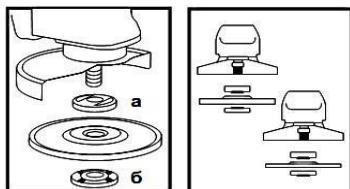

Рисунок 2
4.4 Встановіть на виріб абразивний диск. Для цього натисніть на кнопку фіксації шпинделя (1) і проверніть диск до такого положення, при якому він зафіксується. За допомогою вілочного ключа з комплекту виробу відверніть і зніміть затиснуу гайку (б) (дивіться рисунок 2).
Встановіть шліфувальний диск на посадкове місце фланцевої шайби (а) (рисунок 2), наживіть рукою затиснуу гайку на шпиндель і затягніть її ключем з комплекту виробу. Відпустіть кнопку фіксації шпинделя і переконайтесь в тому, що кнопка звільнена, через дво- або триразове натискання. Проверніть диск і впевніться, що шпиндель розблокований. При встановленні диска з утопленим центром завжди розміщуйте його випуклою стороною до фланцевої шайби.